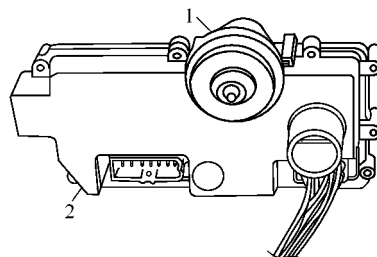

图 13-30 与控制单元相连的进气压力传感器
(1)进气压力传感器 ,装在发动机舱内 ,多数装在前内挡泥板上。负责协助控制自动变速器高速档的换档点 ,对换档点进行修正 ,减少直接档和超速档的换档冲击。协助控制变矩器进入锁止工况的时机 ,见图 13-30。